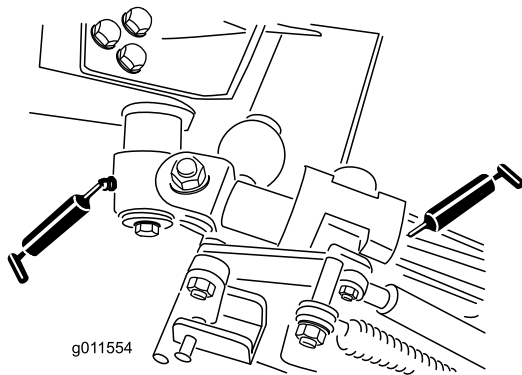

Figura 45
- 2 casquillos de pivote de leva acodada (Figura 45)
- 4 casquillos de los brazos traseros (Figura 45)